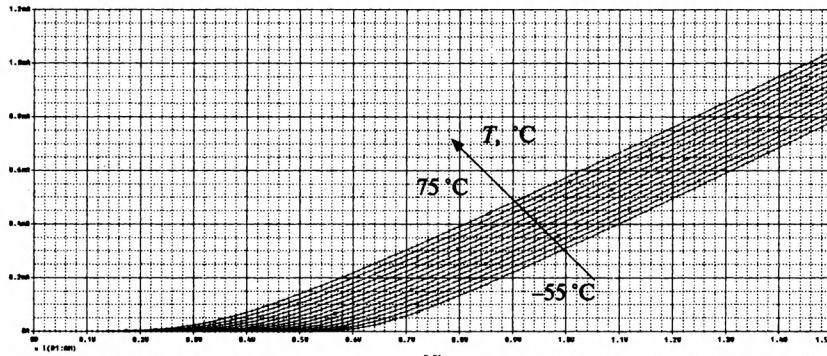

Рис. 14.4. Графики ВАХ цепи с диодом
3. Выполняем моделирование и в окне Probe выбираем Trace > Add Trace и устанавливаем ток анода  $I[\text{D1:AN}]$ . Вольт-амперные характеристики для разных температур показаны на рис. 14.4.